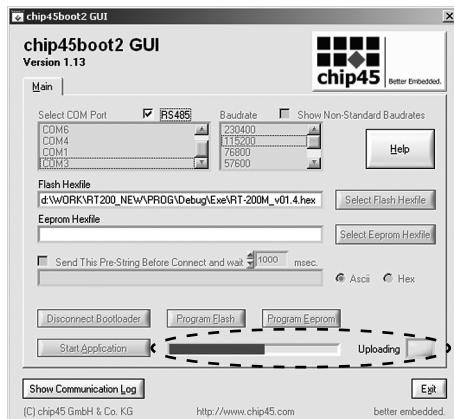

Рис. 27.
10. Контролировать на предмет «Зависания» процесса загрузки пользовательской программы, «**Uploading**» + «**желтый индикатор**», Рис. 27;